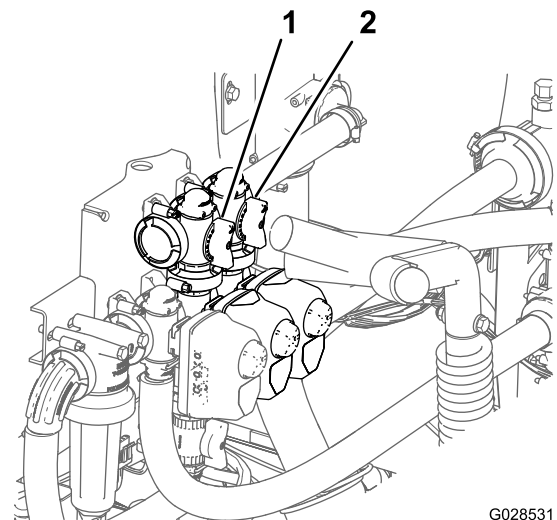

Figura 76
11. Ajuste la válvula de desvío de agitación (**Figura 76**), situada en la parte trasera de la válvula de agitación, hasta que la presión marcada en el manómetro sea de 6,9 bar.
8. Ajuste la palanca de la válvula de desvío maestra para controlar la cantidad de agitación en el depósito (Figura 76).